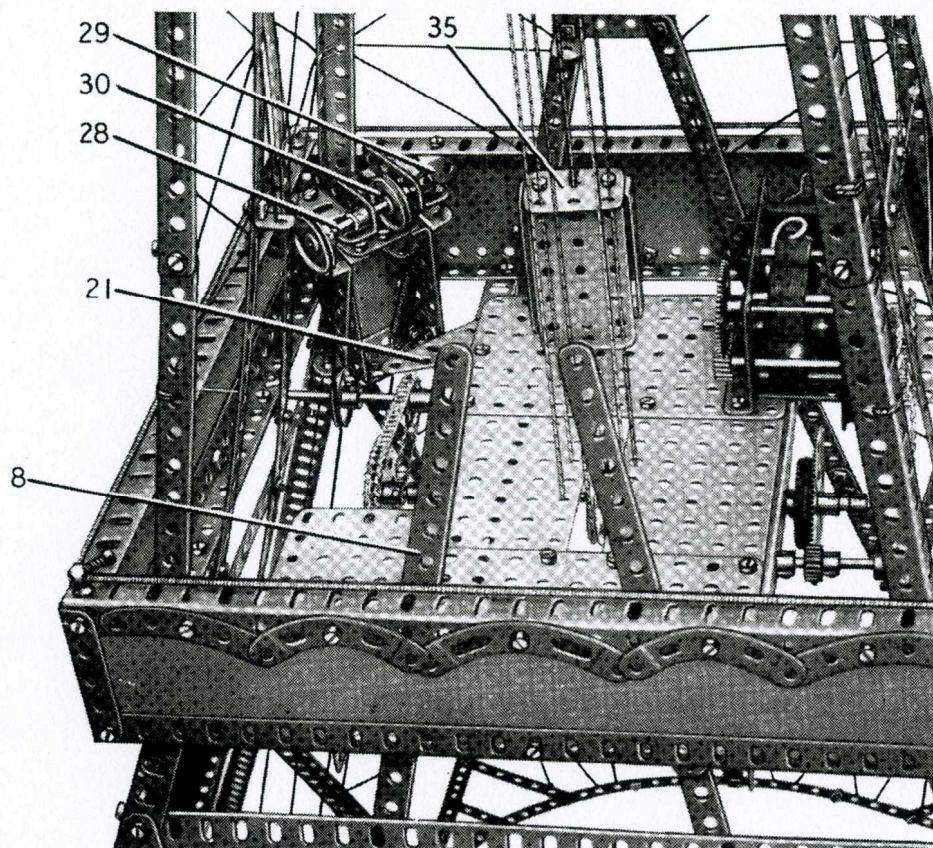

Fig. 7 Une autre vue de la plate-forme centrale.
La corde actionnant l'ascenseur est attachée à un support plat boulonné à la cornière de 3 trous supérieure de l'ascenseur et à un ressort de tension placé entre les deux cornières. La corde passe ensuite sur la poulie (30) (Fig. 7) et sous deux tringles de 2,5 cm tenues par des clavettes dans deux supports doubles (34) (Fig. 2). La corde passe ensuite à travers la cornière de 3 trous inférieure de l'ascenseur et est attachée au ressort de traction de façon que ce dernier soit légèrement tendu.